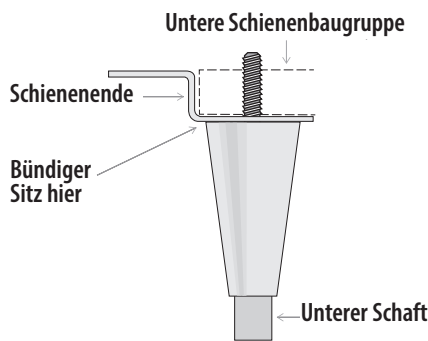
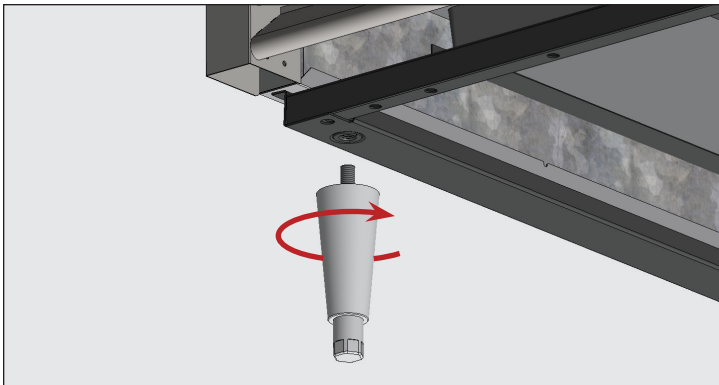
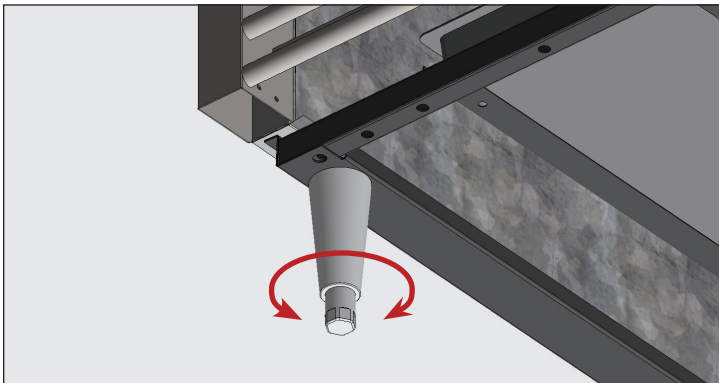

Abb. 4. Schemazeichnung eines Nivellierfußes
Abb. 5. Schrauben Sie die Nivellierfüße in die Gewindebohrungen.
Abb. 6. Drehen Sie zum Nivellieren des Geräts den unteren Schaft.
3. Schrauben Sie die Nivellierfüße in die Rahmenschiene oder den Geräteboden. Siehe Abb. 4 und Abb. 5.
5. Falls das Gerät nicht waagrecht ist, heben das untere Ende des Geräts vorsichtig anheben und abstützen. Dann den unteren Schaft des Nivellierfußes mit einem verstellbaren Schraubenschlüssel hinein- oder herausdrehen und das Gerät so nivellieren und stützen. Siehe Abb. 4 und Abb. 6.